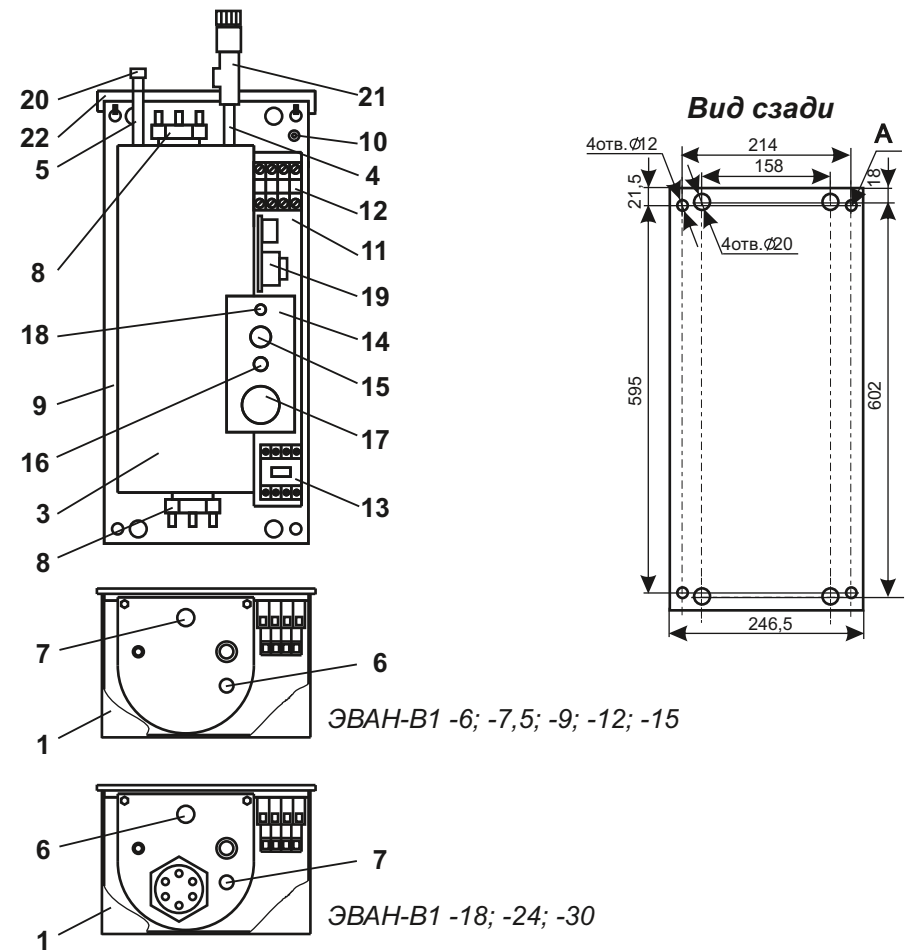

Рисунок 2 (кожух на гл. виде не показан):
- котла (3) рис.2 с выходным (4) и входным (5) патрубками G1/2", датчиком терморегулятора (6), аварийным несамовозвратным термовыключателем (7), отключающим водонагреватель при 85° С, и блоками трубчатых электронагревателей (ТЭН) (8);
- панели (9) с зажимом заземления (10) для подключения защитного проводника РЕ;
- кронштейна (11) с размещенным на нем клеммником (12), пускателем (13), элементами управления и сигнализации установленными на панели управления (14):
- выключателя "СЕТЬ" (15) для включения водонагревателя в работу;
- сигнальной лампы "НАГРЕВ" (16);
- ручки терморегулятора "ТЕМПЕРАТУРА" (17), обеспечивающей плавную регулировку нагрева;
- предохранителя цепи управления (18).
6.6 К стене водонагреватель крепится с использованием отверстий А (рис.2):
Разметка отверстий под крепление закладной и панели водонагревателя приведена на “Виде сзади” рис.2.